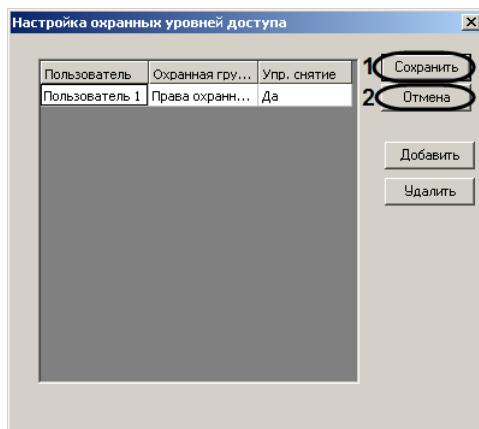

Рис. 3.2—9 Сохранение прав
*Примечание. Для закрытия окна Настройка охранных уровней доступа без сохранения внесенных изменений необходимо нажать на кнопку Отмена (см. Рис. 3.2—9, 1).*